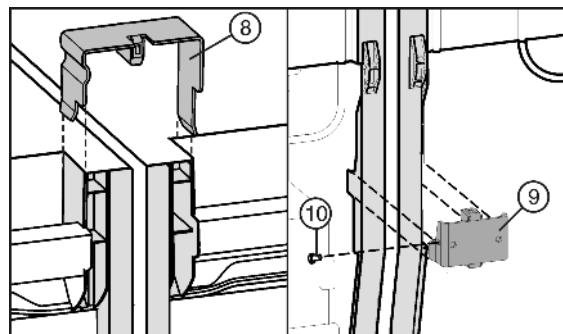

Fig. 7
- ▶ Enficher la pince de jonction Fig. 7 (8) en haut sur les parois latérales du milieu.
- ▶ Mettre en place le coude de jonction Fig. 7 (9) en bas dans l'évidement approprié.
- ▶ Si le coude de jonction est un peu branlant, visser la vis Fig. 7 (10).